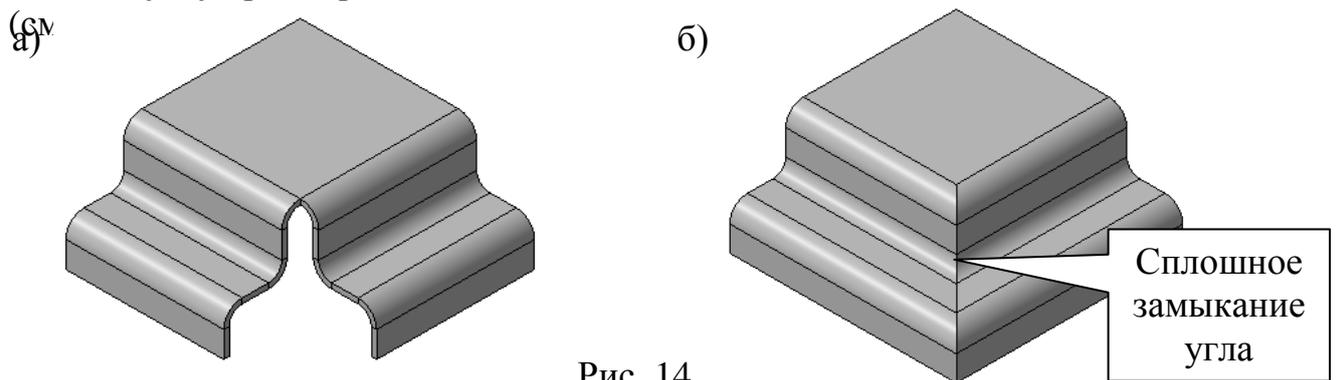

Рис. 14
6. Какие параметры необходимо задействовать на *Панели свойств* системы КОМПАС-3D 9.0, чтобы, при использовании операции **Замыкание углов** (см. рис. 14, а), стало возможным создание сплошного замыкания, примыкающих к углу трехмерной модели листовой детали, сгибов и их продолжений